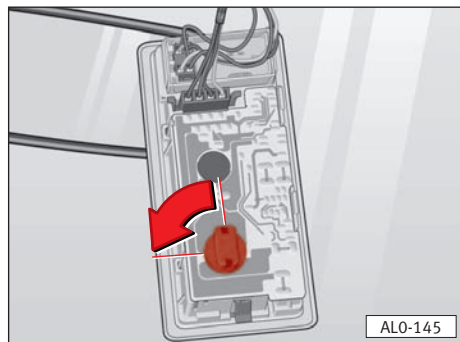

Fig. 191
- Girar el portalámparas del dorso de la lámpara en el sentido de la flecha ⇒ fig. 191, y separarla.